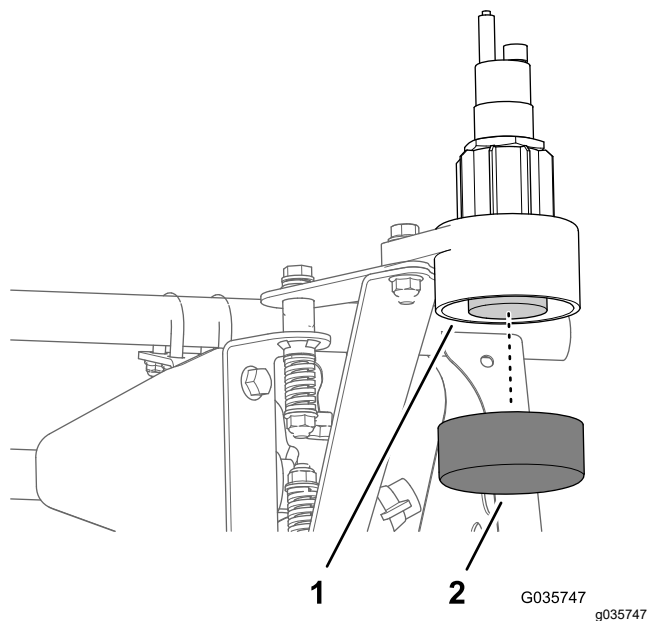

Рисунок 47
1. Установите колпачок на нижнюю часть нижнего корпуса (Рисунок 47).